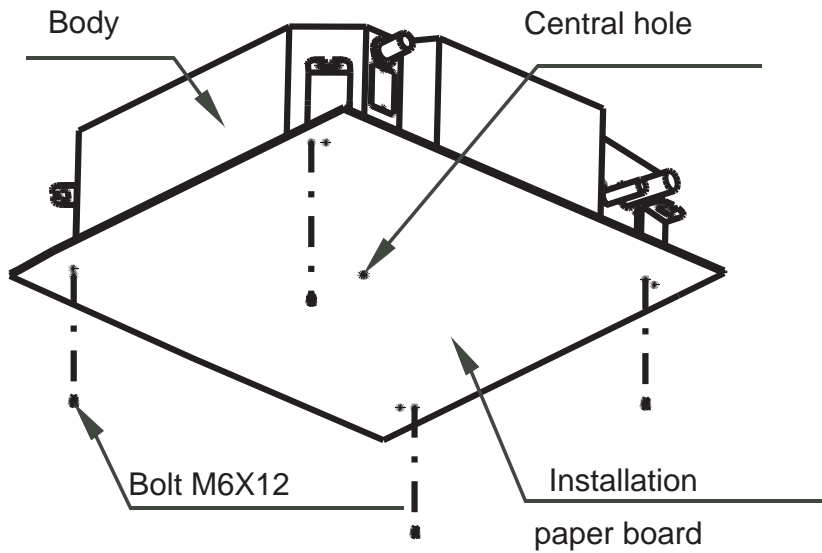

Fig.6
1. Utilice la plantilla de instalación (provista con el panel) para determinar la posición del bulón de suspensión. En la Fig. 6 y la Fig. 7 se indica la relación de dimensiones.